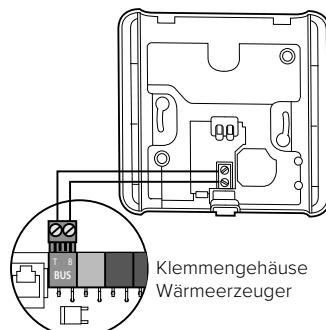

Abb. 13
- Die Kabel des Raumföhlers mit der BUS-Klemme in der entsprechenden Klemmleiste des Wärmeerzeugers verbinden (Abb. 13).